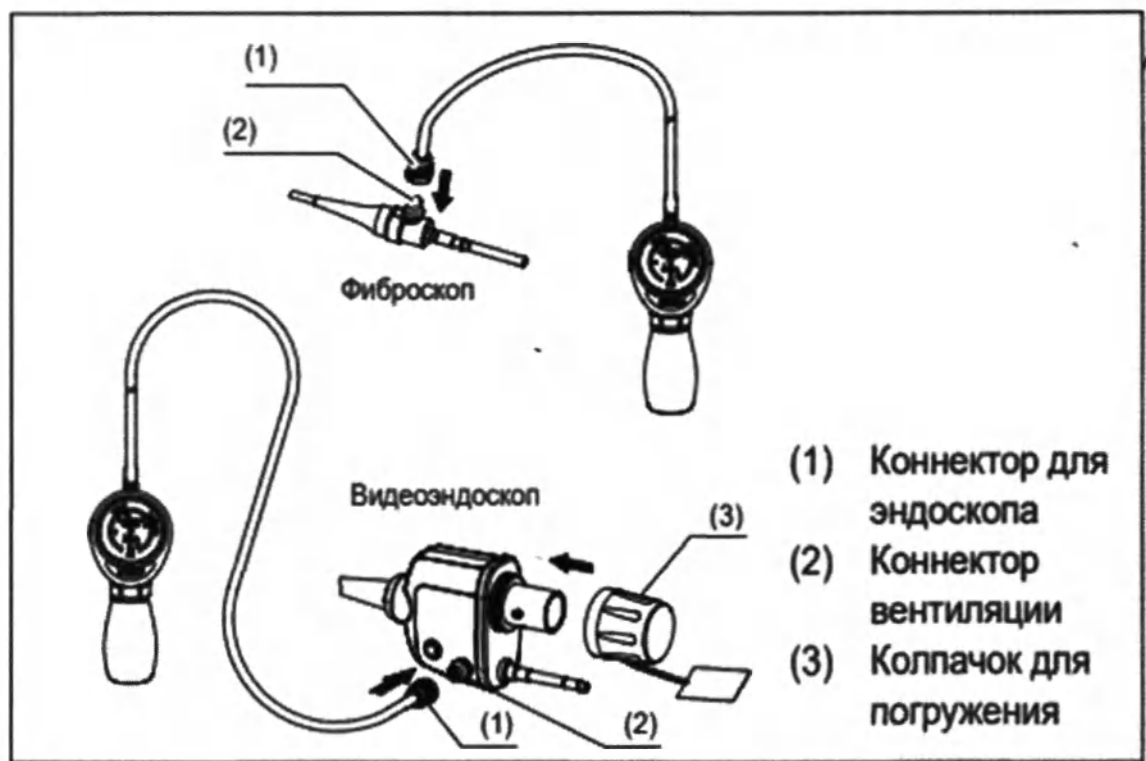

Рис.9.1
Прикрепите коннектор для эндоскопа (1) к коннектору для вентиляции (2) на световоде эндоскопа как показано на Рис. 9.1. Если применимо, следует надёжно зафиксировать колпачок для погружения на электрических контактах. Коннектор для эндоскопа и коннектор для вентиляции на эндоскопе **ДОЛЖНЫ** быть сухими перед подсоединением. Для правильного соединения необходимо выровнять коннектор для вентиляции и повернуть коннектор тестера герметичности по часовой стрелке.